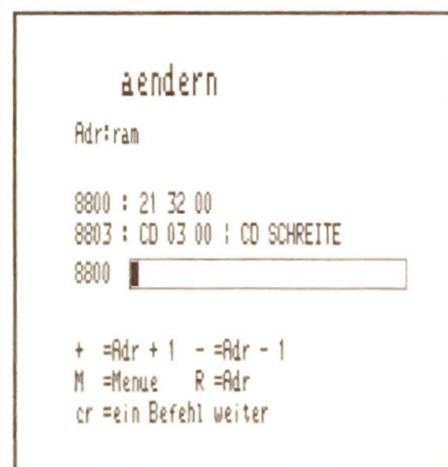

Bild 20. So sieht der Bildschirm aus, wenn das erste Experiment noch nicht gelöscht ist
3. Es erscheint der alte Speicherinhalt, wie Bild 20 zeigt, wenn man den vorherigen Versuch gemacht hat, und zwischendurch den Rechner nicht abgeschaltet hat. Das bisherige Programm wollen wir weiter nutzen.